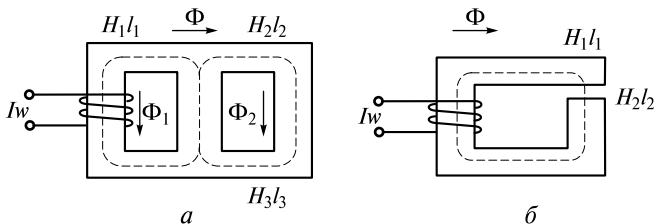

Рис. 1.7. Типовые магнитные цепи (к задаче 1.59):
В качестве источника магнитного потока используется катушка индуктивности: создаваемая ею энергия преобразуется либо в электрическую, либо в механическую энергию. При расчете магнитных цепей (рис. 1.7) часто используются аналогией с электрическими цепями, причем аналогом тока является магнитный поток, аналогом напряжения источника — магнитодвижущая сила Iw .
1.56. В магнитной цепи, представленной на рис. 1.7, а, по обмотке с числом витков 350 протекает ток $1,6 \text{ А}$. Определить напряженности участков цепи, если $l_1 = 0,24 \text{ м}$; $l_2 = 0,36 \text{ м}$; $l_3 = 0,12 \text{ м}$. Чему равен магнитный поток в ветви l_1 магнитной цепи, если ее сечение $S = 3,5 \cdot 10^{-4} \text{ м}^2$, а $\mu_r = 400$?
1.57. Площадь сечения магнитной цепи на рис. 1.7, б одинакова на всех ее участках и равна $2,5 \cdot 10^{-4} \text{ м}^2$. Определить магнитную индук-
■ **1.59.** Составьте эквивалентные электрические схемы, являющиеся аналогами схем магнитных цепей, изображенных на рис. 1.7. Запишите для них уравнения магнитного состояния.